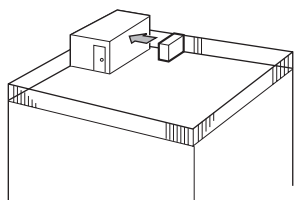

Fig. 2-2
- ① Coloque la salida de aire de frente a la pared más próxima a una distancia de unos 50 cm (19-11/16") de ella. (Fig. 2-2)